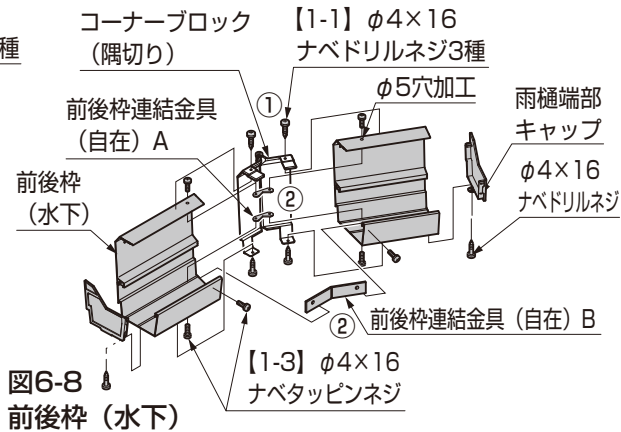

図6-8
- 前後枿 (水下) を連結する場合は、前後枿連結金具 (自在) B も取付け角度に合わせ固定してください。(図6-8参照)